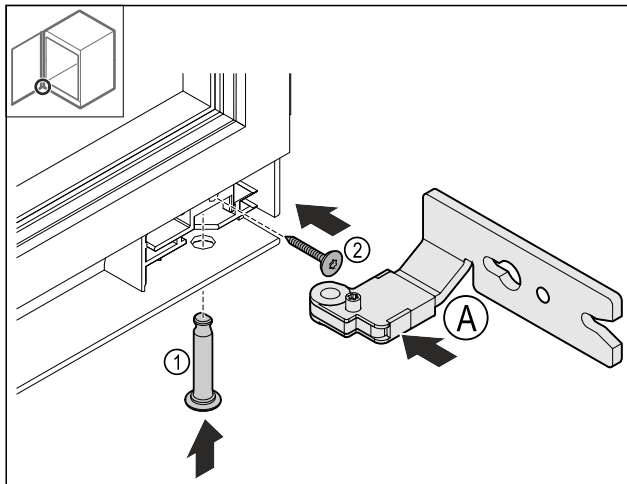

Fig. 28
- ▶ Aseta alempi sarana Fig. 28 (A).
- ▶ Liitä pultti Fig. 28 (1) ja pidä sitä paikallaan.
- ▶ Kierrä ruuvi Fig. 28 (2) kiinni.